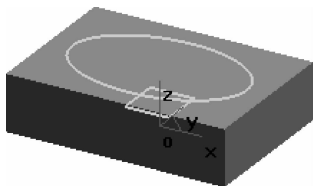

图 3-27 在新生成的平面上绘制正方形草图
(3)单击按钮,弹出“构造基准面”对话框,输入距离“15”,拾取长方体的上表面,在“构造基准面”对话框中勾选“向相反方向”复选框,单击按钮,生成一个新的平面。单击按钮,进入草图绘制状态,在新生成的平面上绘制边长为 20 mm 的正方形,单击按钮,退出草图绘制状态,作图结果如图 3-27 所示。